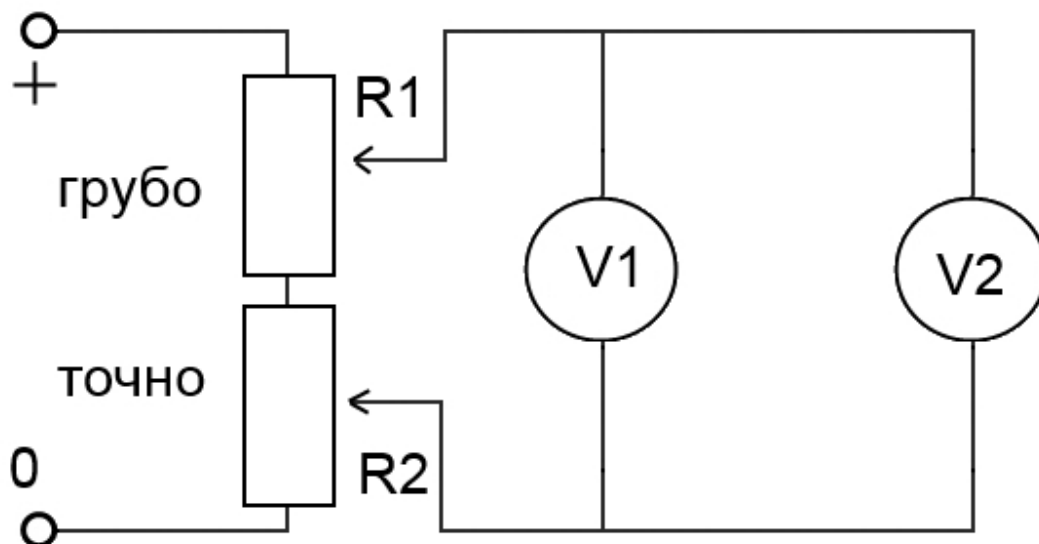

Рис.8
1. Собрать цепь согласно предложенной схеме (рис. 8).